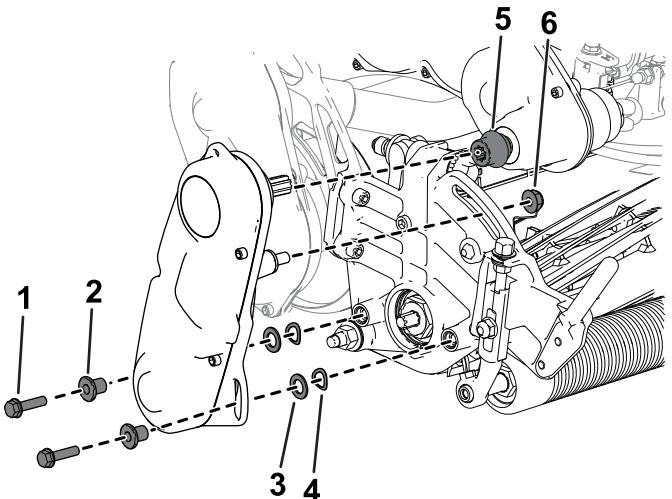

Рисунок 48
- Снимите узел привода барабана в сборе с режущего блока (Рисунок 48) и сохраните крепеж.